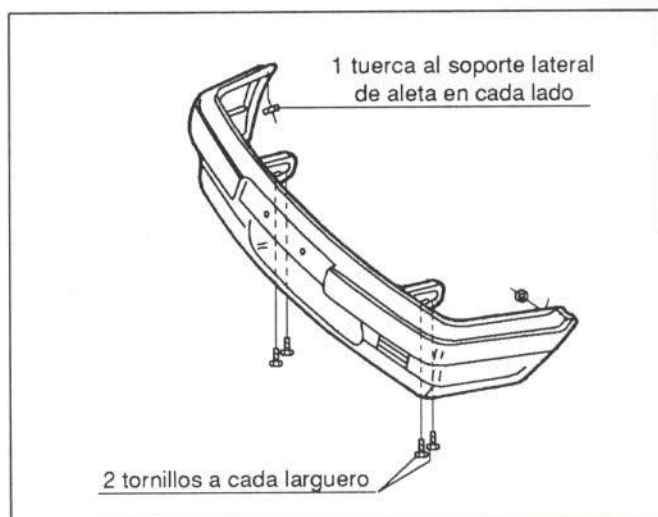

Figura 16.- Unión del paragolpes delantero
Su unión se muestra en la figura 16.
- Paragolpes (figura 16)